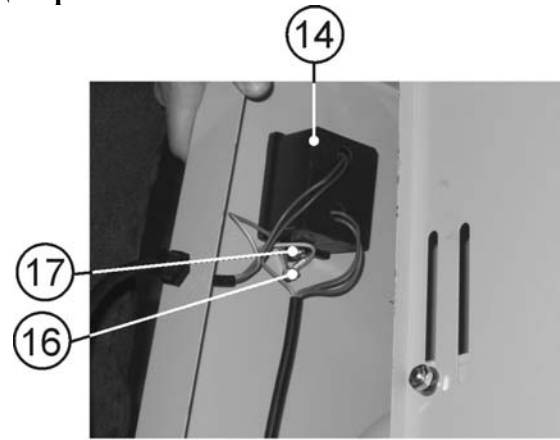

Рис.13
8.8. Подключение сетевого шнура к магнитному пускателю и двигателю (Рис. 13, 14)